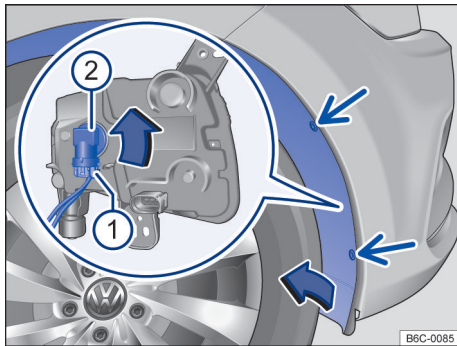

Fig. 130 Na caixa de roda dianteira: acesso à lâmpada incandescente do farol de neblina.
- 2 Remover os parafusos de fixação do revestimento da caixa de rodas → Fig. 130 (setas) com o auxílio de uma chave de fenda.
- 5 Retirar o conector de alimentação da lâmpada → Fig. 130 **1**, pressionar, ao mesmo tempo, a trava de fixação do conector.
- 6 Girar o soquete da lâmpada → Fig. 130 **2**, no sentido anti-horário até o batente, e desencaixá-lo do alojamento.
- 13 Recolocar os parafusos de fixação → Fig. 130 (setas) e apertá-los.